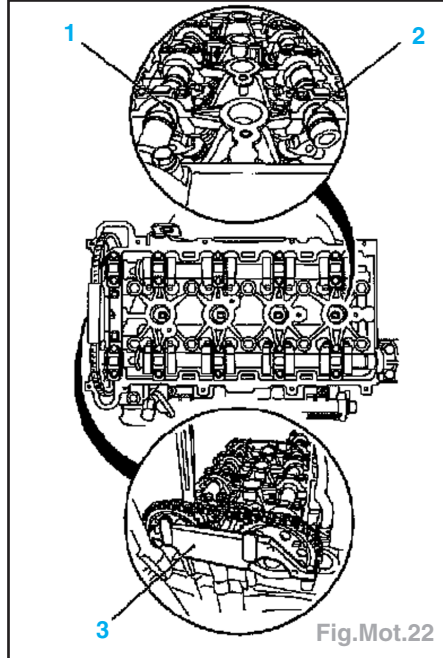

Fig.Mot.22
Nota : Dans cette position, les cames (1 et 2) du 4^{ème} cylindre sont orientées vers le haut, et il doit être possible de mettre en place l'outil KM-6148 (3) (Fig.Mot.22).
haut, et il doit être possible de mettre en place l'outil KM-6148 (3) (Fig.Mot.22).
Nota : Dans cette position, les cames (1 et 2) du 4^{ème} cylindre sont orientées vers le haut (Fig.Mot.22).